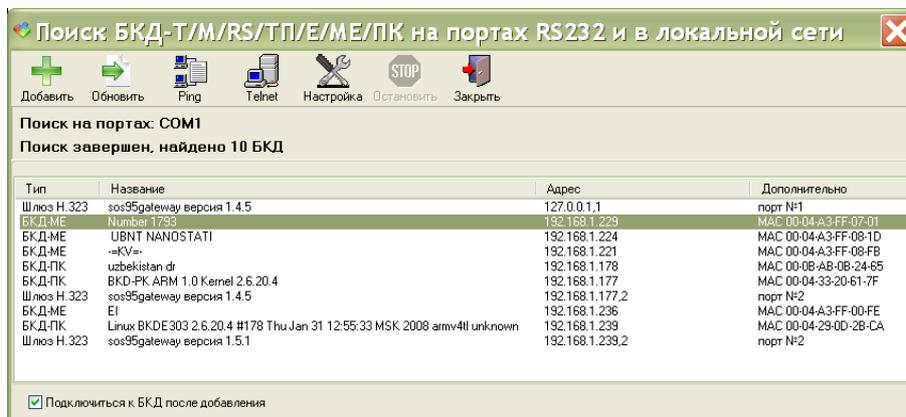

Рисунок 16
3) Открывается окно «Поиск БКД» и будет выполнен поиск всех подключенных к сети БКД-МЕ (рисунок 16). Установить галочку «Подключиться к БКД после добавления». Выбрать требуемый БКД-МЕ и нажать «Добавить».